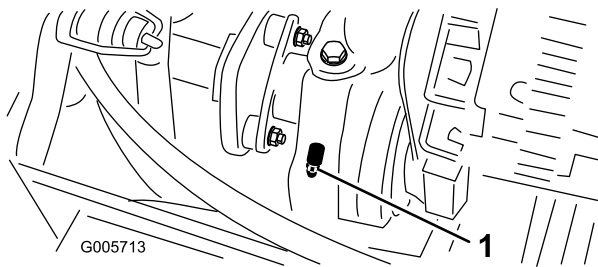

Figura 39
- Rolamento do veio de saída do motor (Figura 39)